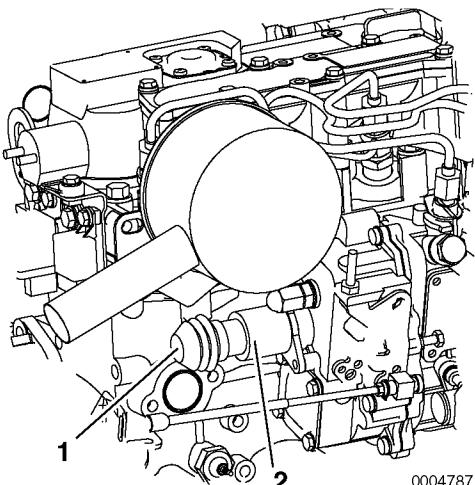

Figura 4
Se o motor não puder ser desligado pelo interruptor de paragem no painel, pare o motor premindo o botão (**Figura 4, (1)**) na traseira do solenóide de paragem (**Figura 4, (2)**).